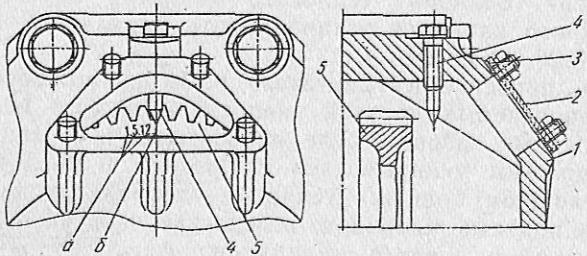

Рис. 41. Метки для регулировки клапанов:
4. Снять крышку 2 (рис. 41) смотрового люка, находящуюся на картере маховика, или крышку 4 (рис. 42) на передней крышке блока цилиндров с пра-
6. Для регулировки зазоров клапанного механизма следующего цилиндра повернуть коленчатый вал в направлении рабочего вращения до совмещения меток (рис. 41 и 42б) соответствующих цилиндров с указателем.